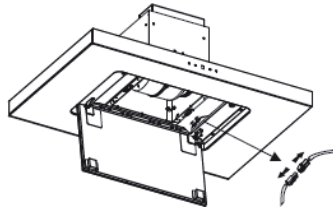

Figure 2
2. Trouvez le câble de connexion d'éclairage à l'arrière de la prise de câble. Tirez légèrement sur le câble et débranchez la connexion (voir figure 2).